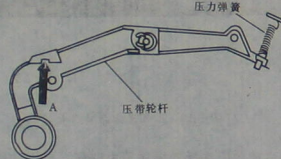

图 1-15 压带轮压力检测
3) 参看图 1-15, 将扇形张力表对准主压力臂的 A 位置。
4) 按图 1-15 中箭头所示方向, 用张力表去按压主压力杆。